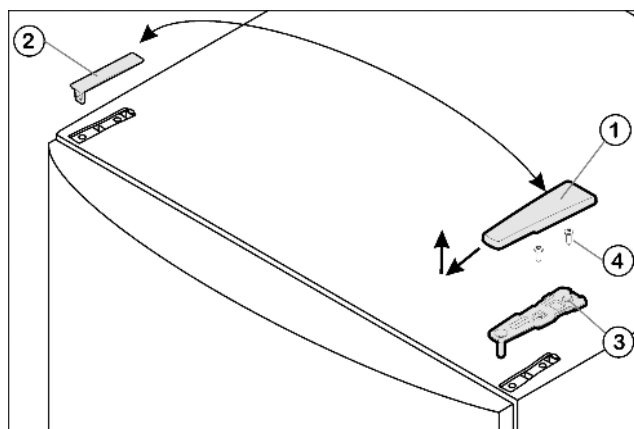

Fig. 5
- ▶ Потяните крышку Fig. 5 (1) вперед и вверх.
- ▶ Снимите крышку Fig. 5 (2).
- ▶ Открутите верхний опорный кронштейн Fig. 5 (3) (2 шт. Torx® 25) Fig. 5 (4) и вытяните вверх.
- ▶ Установите верхний опорный кронштейн *Fig. 5 (3)* на новой стороне шарнира и защелкните в дверце.
- ▶ Привинтите верхний опорный кронштейн (с моментом 4 Нм) (2 шт. Torx® 25) *Fig. 5 (4)*. При необходимости сделайте отверстия или используйте аккумуляторную отвертку.
- ▶ Наденьте и защелкните крышку *Fig. 5 (1)* и крышку *Fig. 5 (2)* на противоположной стороне снаружи.